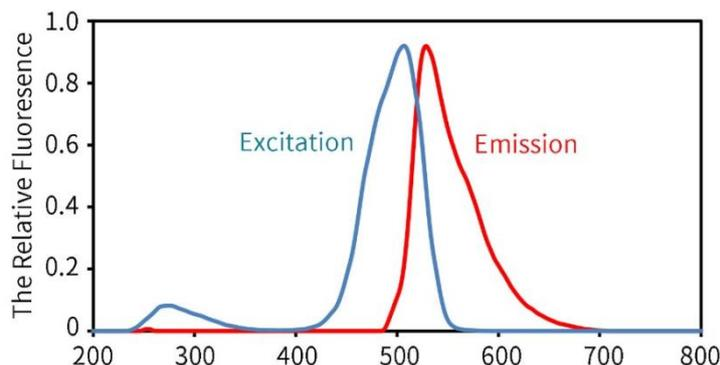

图1. Gel-Green Plus的激发光谱和发射光谱
- **Gel-Green Plus可以使用和Gel-Green、SYBR Green或EB相同的检测体系。** Gel-Green Plus具有和Gel-Green、SYBR Green或SYBR Gold几乎相同的光学性质, 激发光和发射光都非常接近, 这样可以直接用Gel-Green Plus替换Gel-Green或SYBR Green, 以使用Gel-Green或SYBR Green的凝胶观察、拍照或成像系统(约500nm激发)。对于原来用于EB染料观察的系统, 可以考虑选用碧云天的Gel-Red染料来替代EB, 但也可以使用没有致突变性的Gel-Green Plus来替代EB。使用Gel-Green Plus来替代EB, 并且用EB的紫外检测体系时, 检测灵敏度会比使用Gel-Red低约4-5倍。对于既可以观察EB也可以观察Gel-Green或SYBR Green的具有紫外和蓝光两种激发光的凝胶成像系统, 则推荐直接用Gel-Green Plus来替换EB。Gel-Green Plus的激发光谱和发射光谱请参考图1。